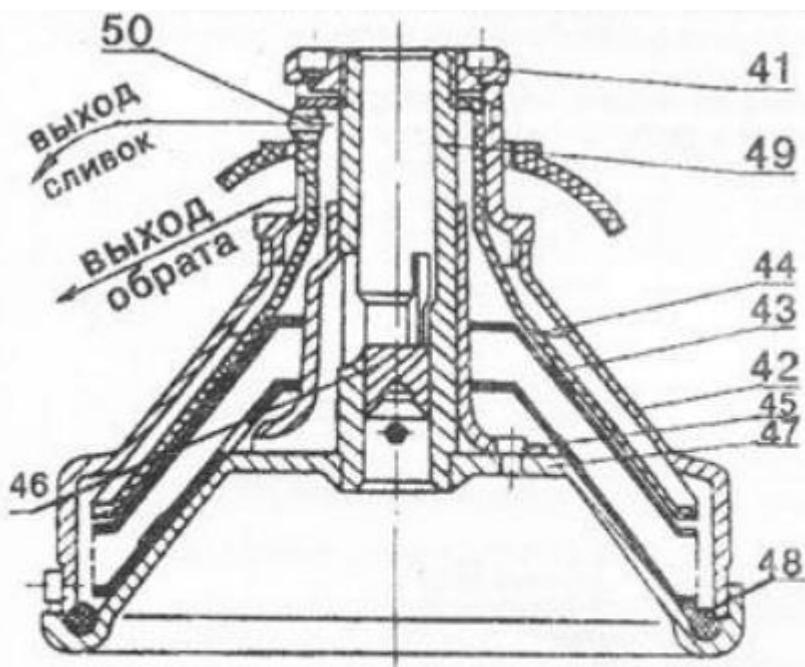

Рис. 4. Барабан сепаратора-сливкоотделителя
- 4.3. Запрещается работать на сепараторе при незатянутой гайке барабана поз.41 (рис.4).
7.4. Регулировку жирности сливок (рис.6) производить вращением винта регулировочного 50 (рис. 4). Для увеличения жирности сливок необходимо ввернуть винт до 1,5 оборотов от положения "Заподлицо" с поверхностью разделительной тарелки 43. Уменьшение жирности сливок обеспечивается вывертыванием винта до 5 оборотов. При препятствии винта снятию крышки 42 при разборке барабана, необходимо ввернуть винт в положение "Заподлицо" с поверхностью разделительной тарелки. Вывертывание и ввертывание винта производится при помощи регулировочного ключа.